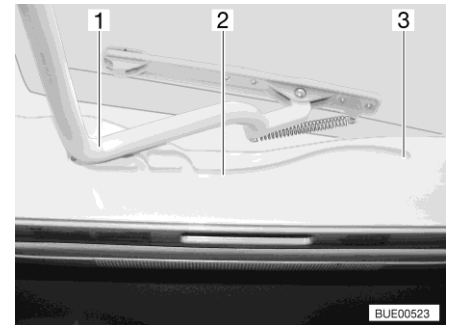

Fig. 88 Glissière (lanterneau Heki)
- Tirer l'étrier (Fig. 88,1) dans les glissières (Fig. 88,2) jusqu'à la position la plus reculée (Fig. 88,3).
- Pousser l'étrier (Fig. 88,1) légèrement vers le haut avec les deux mains.
- Tirer l'étrier dans les glissières (Fig. 88,2) jusqu'à la position souhaitée.